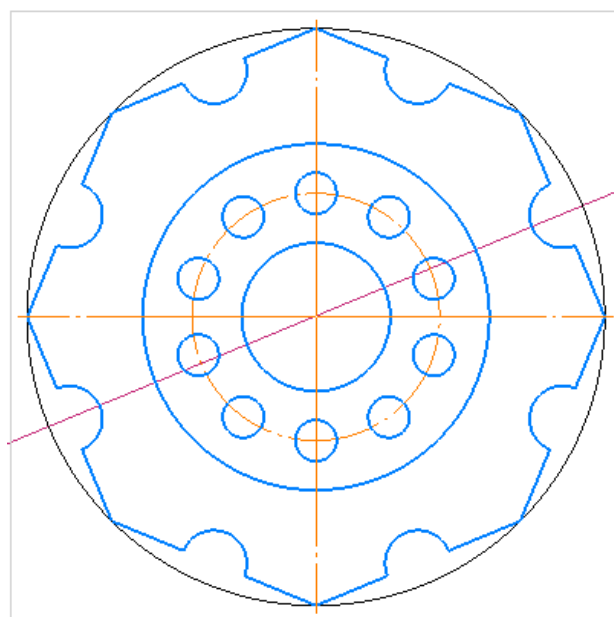
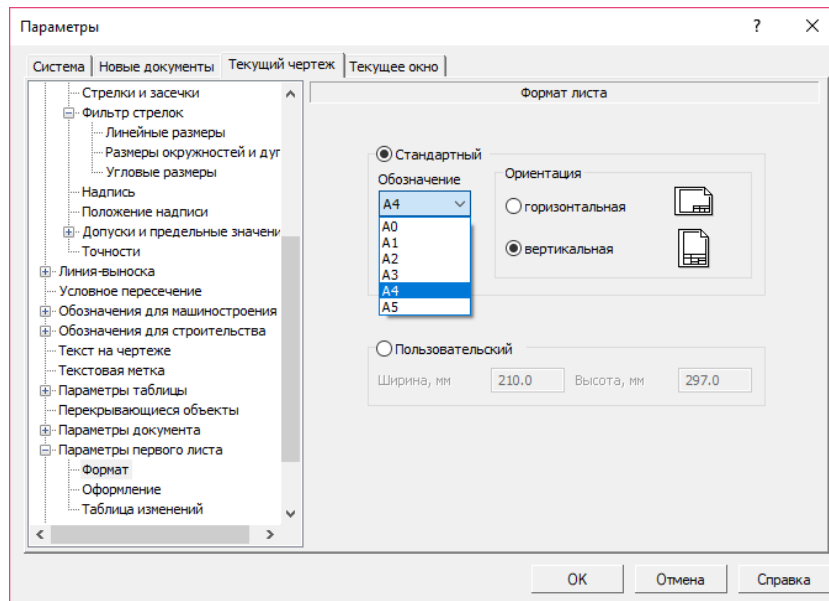

Рисунок 1.1 – Креслення деталі-пластини
Рисунок 1.2 – Вибір формату аркуша
Мета: Накреслити деталь-пластину, що зображена на рис. 1.1.
Для виконання креслення деталі-пластини, що зображена на рис. 1.1, обираємо формат аркуша А4. Для цього запускаємо програму КОМПАС-3D V17 та створюємо нове креслення: *Головне меню-Файл-Створити* (або комбінація клавіш *Ctrl+N*)-*Креслення*. Для вибору формату аркуша А3 необхідно перейти у *Головне меню-Настройка-Параметри-Поточне креслення-Параметри першого аркуша-Формат* вибрати формат аркуша А4 та вертикальну орієнтацію креслення, підтвердити: *ОК* (рис. 1.2).
- видаляємо зайві лінії. Отримуємо деталь, як було показано на рис. 1.1.